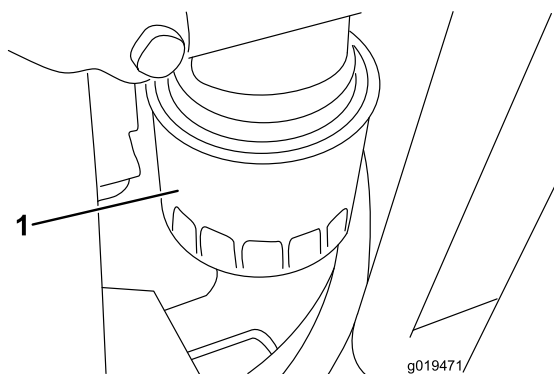

Рисунок 52
2. Снимите масляный фильтр (**Рисунок 52**). Перед установкой нового фильтра нанесите на его уплотнение тонкий слой чистого масла. Не допускайте чрезмерной затяжки фильтра.